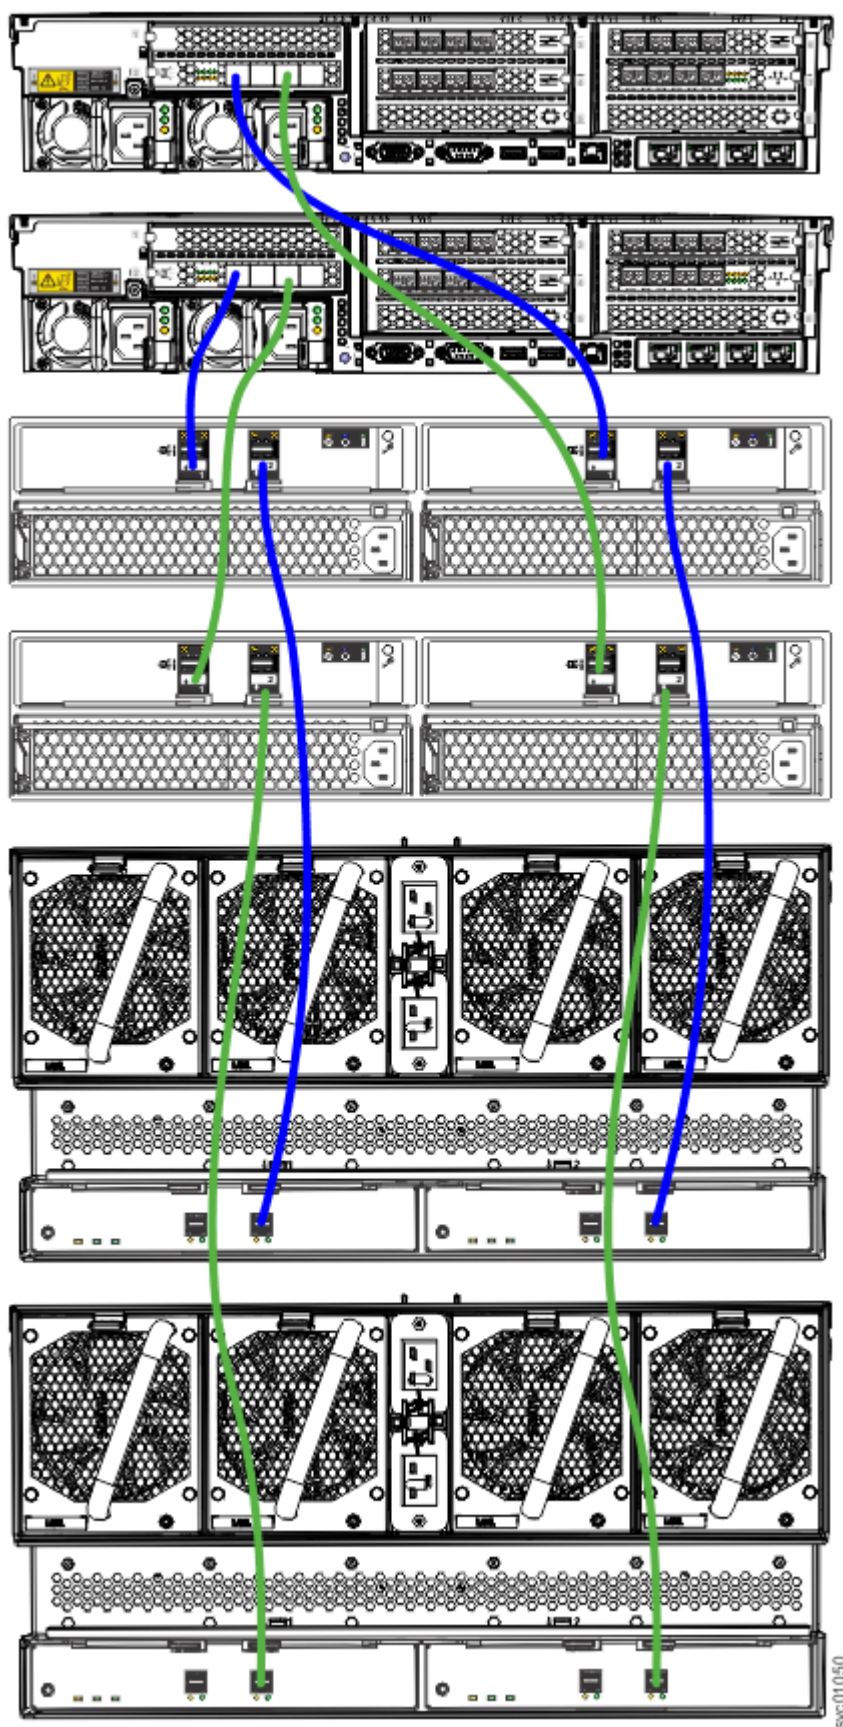

Figura 136. Conectando os cabos SAS
1. Instale os cabos, conforme mostrado em Figura 136 na página 122.
Nota: Figura 136 na página 122 é fornecido para mostrar as conexões de cabo entre os gabinetes SAS e cada gabinete do nó. Isso não significa ou representa a ordem precisa no rack para os gabinetes em um rack. No entanto, devido ao seu tamanho e peso, sempre coloque o gabinete de expansão 5U perto da parte inferior do rack.
Conforme mostrado na Figura 136 na página 122, é possível combinar gabinetes de expansão 2U (12 unidades e 24 unidades) e gabinetes de expansão 5U em uma cadeia SAS. O fator limitante é o *peso de cadeias* combinado dos vários componentes. O peso máximo de cadeias SAS que pode ser atribuído a uma porta SAS do nó é 10: